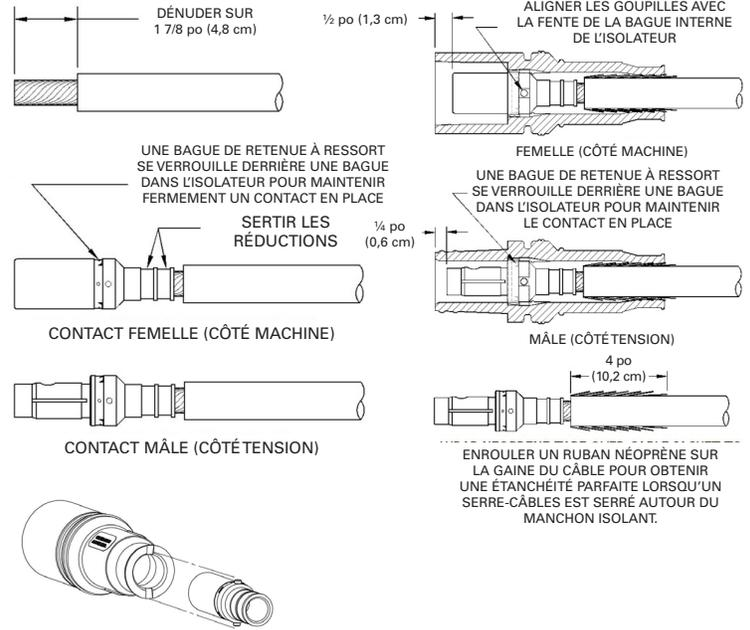

Figure 2
- Positionner le contact comme illustré à la figure 2 en alignant les goupilles d'entraînement du contact avec les encoches à l'arrière de l'isolateur. Pousser le contact dans l'isolateur à partir de l'extrémité câble de l'isolateur. Un lubrifiant comme l'aérosol CRC 02094 peut être utilisé pour faciliter l'assemblage. Pousser jusqu'à ce que les goupilles du contact butent contre la bague interne qu'il contient, faire pivoter l'isolateur tout en poussant le câble jusqu'à ce que les goupilles soient alignées sur les ouvertures en U de la bague interne. Pousser jusqu'à ce qu'une bague de retenue se verrouille dans la bague interne de l'isolateur. Tirer sur le câble pour vérifier que le contact est bien verrouillé dans l'isolateur. Lorsqu'il est bien engagé, le contact mâle est encastré de 1/4 po (0,6 cm) dans l'avant de l'isolateur; le contact femelle est encastré de 1/2 po (1,3 cm).